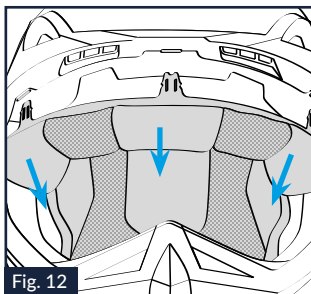

Fig. 12
8.2. Décrocher la languette avant de gauche du support fixé à la calotte interne en dessous de la bordure supérieure de la calotte en tirant légèrement la mousse intérieure de confort vers l'intérieur du casque (Fig. 12). Répéter cette opération avec la languette avant centrale et avec la languette avant de droite.